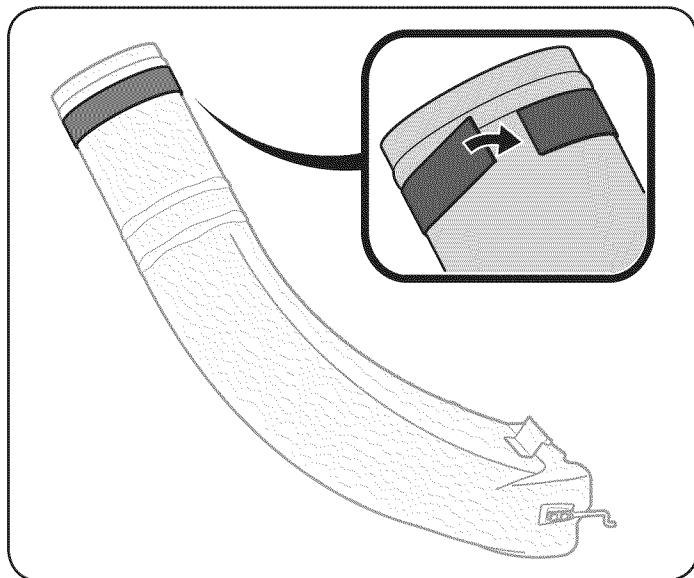

Figura 18
7. Aplique la otra franja de goma adhesiva ancha, incluida en el paquete de elementos de ferretería 689-00342, en el extremo superior del codo del canal de descarga. Coloque la franja adhesiva arriba contra el reborde en la porción superior del codo del canal de descarga, tal como se detalla en el recuadro de la Figura 18.